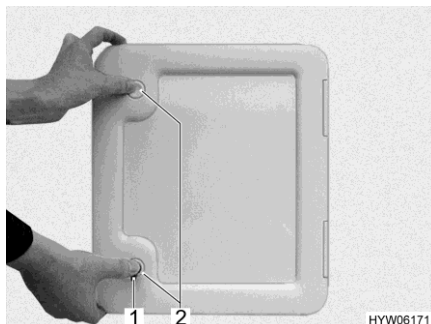

Bild 163 Lucka (latrintank)
- Öppna luckan till latrintanken på fordonets utsida. Stick för detta in nyckeln i låscylindern i trycklåset (Bild 163,1) och vrid den ett kvarts varv medurs.
- Tryck samtidigt in de två trycklåsen (Bild 163,2) med tummarna och öppna luckan för latrintanken.